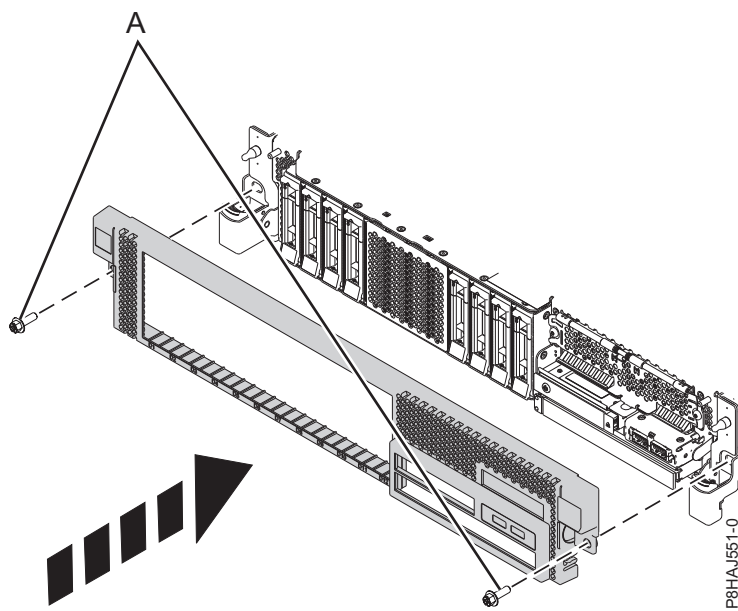

Figure 27. Installation du capot avant
3. Appuyez sur les loquets dans le sens indiqué dans la figure 27, à la page 44. Le capot avant se met en place ; il est doté d'un renforcement permettant de le tenir plus facilement.
4. Remettez en place les vis de transport (A).